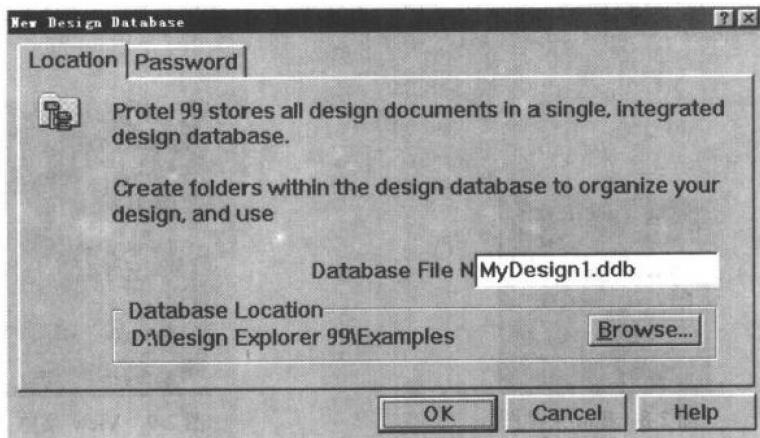

图 2-6 建立新设计库
(2) New Design 新建立一个设计库，所有的设计文件将在这个设计库中统一进行管理。如图 2-6 所示，用户可以输入新设计库的名称。